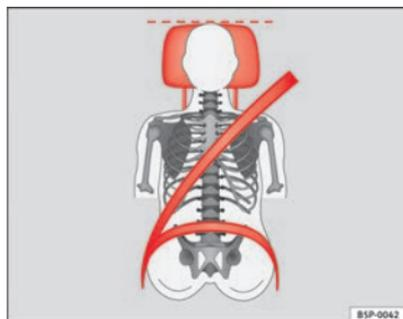
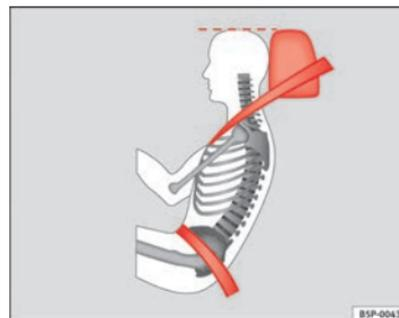

Fig. 90 Vista de frente: encosto de cabeça e cinto de segurança ajustados correctamente
Fig. 91 Vista de lado: encosto de cabeça e cinto de segurança ajustados correctamente
- Ajustar o encosto de cabeça de modo a que o rebordo superior do mesmo fique alinhado com a parte superior da cabeça, no mínimo à altura dos olhos ⇒ fig. 90 e ⇒ fig. 91.